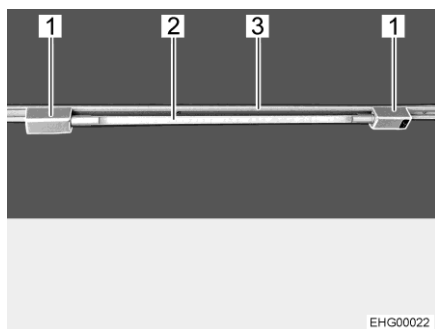

Fig. 44 Lampada tubolare
- Inserire i due supporti (Fig. 44,1) nella rotaia (Fig. 44,3). A tale scopo, ruotare i supporti di 90°.
- Infilare il corpo lampada (Fig. 44,2) in uno dei supporti.
- Ruotare il corpo lampada (Fig. 44,2), finché non si raggiunge l'effetto luminoso desiderato.